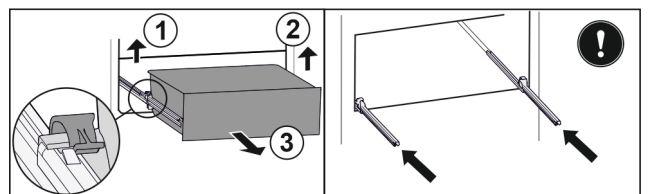

Fig. 131
- Sollevare il morsetto sinistro e allo stesso tempo tirare in avanti il cassetto sinistro. Fig. 131 (1)
- Sollevare il morsetto destro e allo stesso tempo tirare in avanti il cassetto destro. Fig. 131 (2)
- Rimuovere il cassetto tirandolo in avanti. Fig. 131 (3)